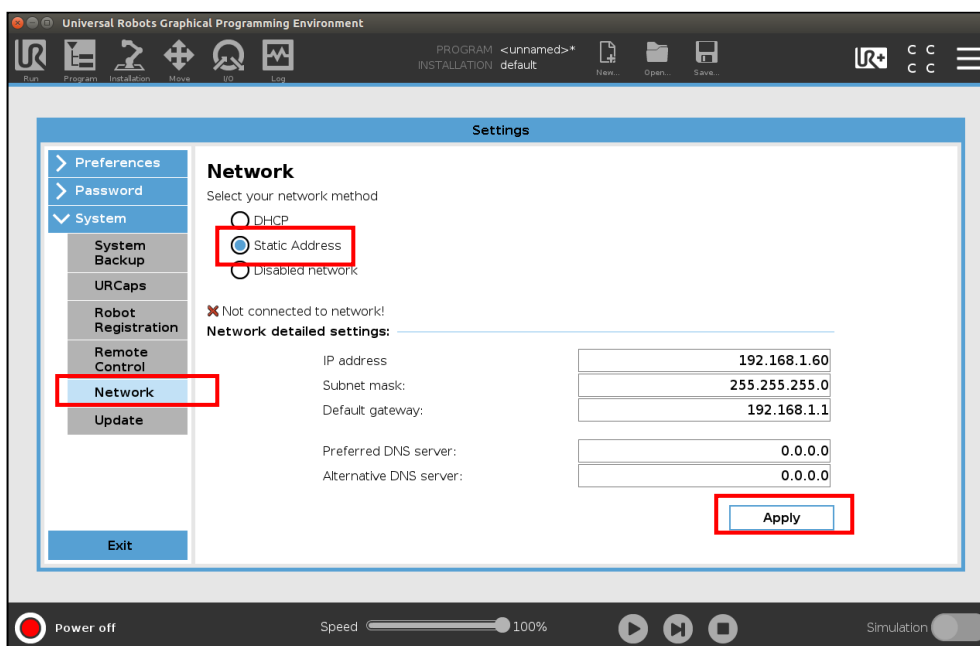

图 5.20 设置网络
2. 点击 **System** 设置中的 **Network** 设置,将 **Static Address** 与通讯协议转换器设置掩码、网关一致, IP 地址设置要求前三个数字与网关一致, 第四位设置与通讯协议转换器 IP 不同。如图 5.20 所示。